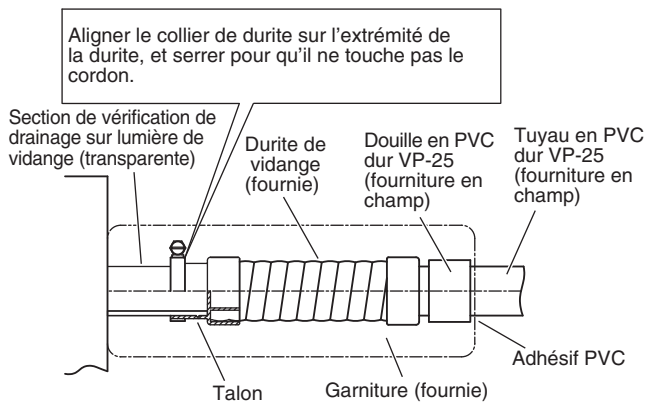

Fig. 3-8
- Préparez un tuyau en PVC dur standard (D.E. 32 mm) pour la vidange et utilisez le collier flexible pour empêcher des fuites d'eau. Le tuyau en PVC doit être acheté séparément. L'orifice de vidange transparente de l'unité vous permet de vérifier la vidange. (Fig. 3-8)
- Serrer les colliers flexibles de manière que leurs écrous auto-bloquants soient dirigés vers le haut. (Fig. 3-8)